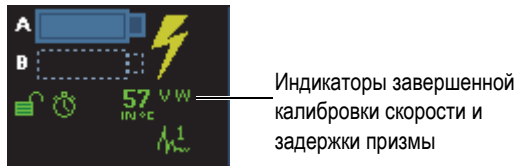

Рис. 5-8 Индикаторы калибровки скорости (V) и задержки призмы (W)
Скорость и задержка призмы откалиброваны. В верхнем левом углу экрана индикаторы калибровки задержки призмы (W) и скорости (V) изменили цвет на зеленый (см. Рис. 5-8 на стр. 125).